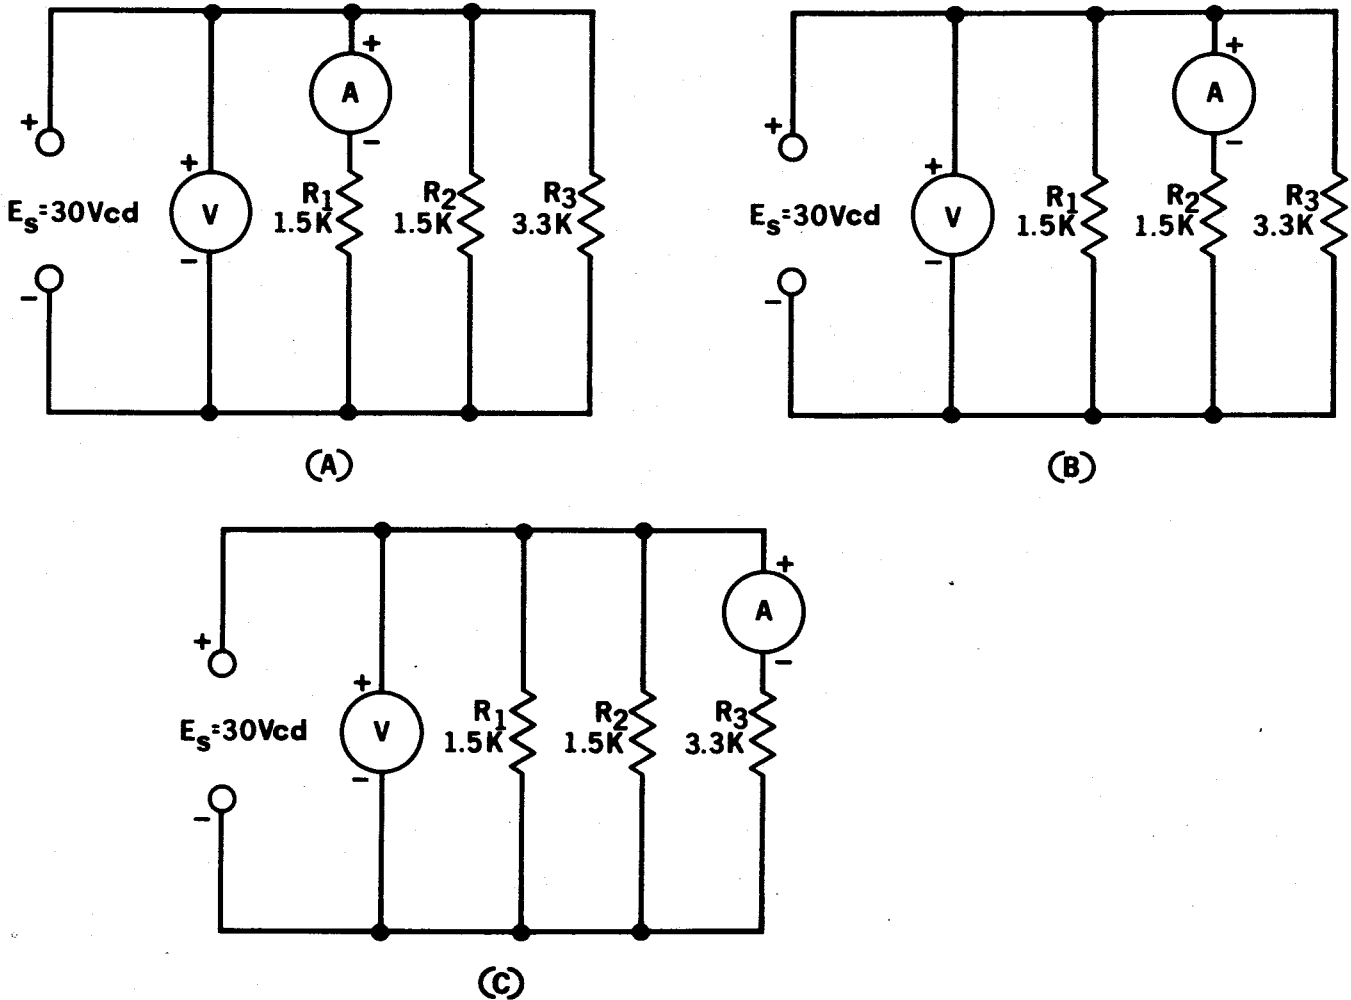

Fig. 12-2
Retire el amperímetro y conéctelo en serie sólo con R_1 , como se muestra en la Fig. 12-2 (A).
3. Conecte el amperímetro en serie con R_2 solamente, como se muestra en la Fig. 12-2 (B).
4. Conecte el amperímetro en serie con R_3 únicamente, como se muestra en la Fig. 12-2 (C).